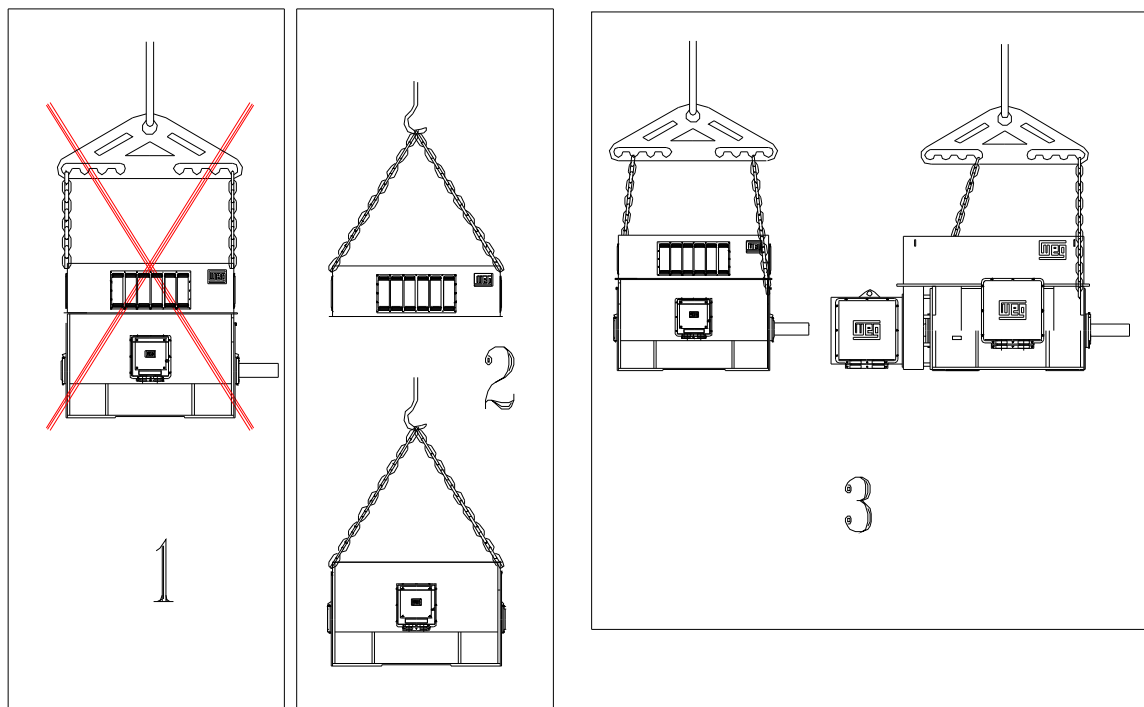

Рисунок 3.1: Перемещение двигателей
3. В случае, если центр тяжести устройства не совпадает в точности с центром подъемных скоб, руководствуйтесь любым методом, показанным в пункте 3 Рисунок 3.1.